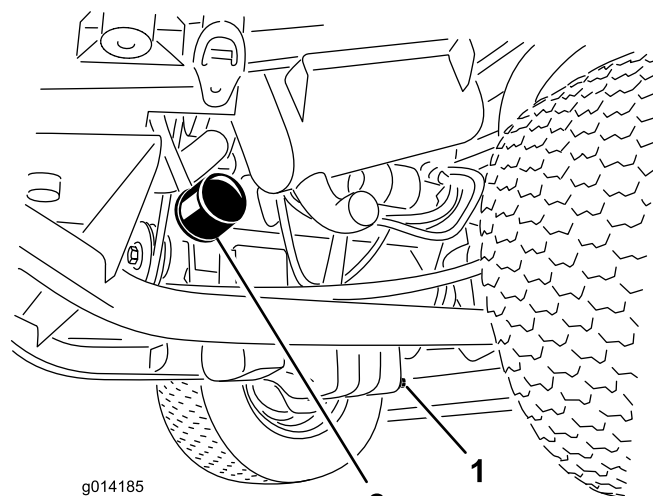

図 34
1. ドレンプラグ (図 34) を外してオイルを容器に受ける。
3. オイルフィルタ 図 34 を外す。